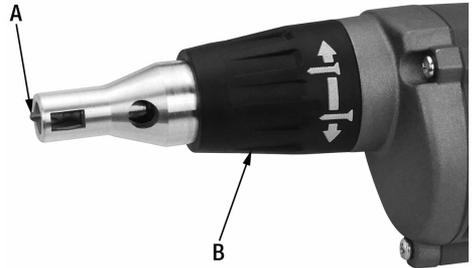

Figure 2
Pour changer la mèche de vissage (A) Fig.2, tournez le collier de réglage en profondeur (B) dans le sens antihoraire pour diminuer la profondeur, ce qui vous permet un meilleur accès à la mèche de vissage. Changez la mèche de vissage, puis réajustez le collier de réglage en profondeur à son réglage d'origine.